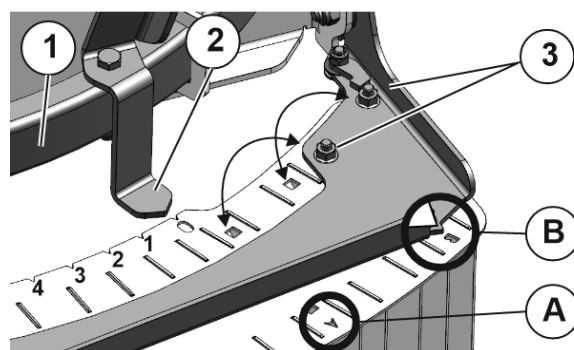

Рис. 64
2. Передвинуть блок пластин по направляющей дуге (Рис. 64/1) так, чтобы указатель (Рис. 64/2) был установлен на настроечное значение из таблицы распределения.